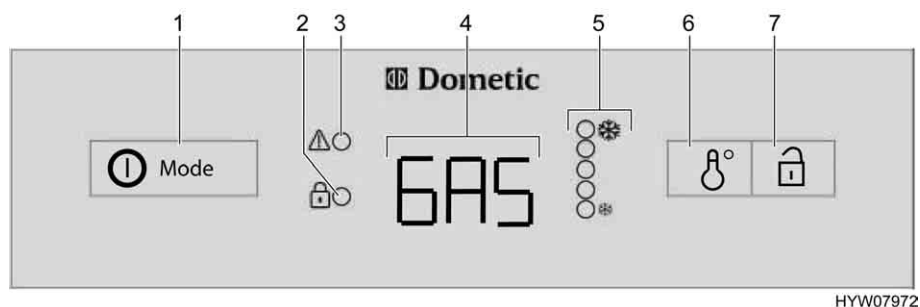

Fig. 235 Elementos de mando para el frigorífico (Dometic de la serie 8 con AES)
Con averías, parpadeará el visualizador LED avería "" (Fig. 235,3).
Si se ha seleccionado el modo automático, **no** está conectada ninguna alimentación de 230 V y el motor del vehículo está **desconectado**, el AES seleccionará el suministro de gas. Al seleccionar el suministro de gas se abre automáticamente el seguro de encendido, de forma que puede fluir gas hacia el quemador. Simultáneamente se conecta el encendedor electrónico. Si se apaga la llama de gas, p. ej. debido a un golpe de viento, el encendedor se activa inmediatamente y enciende de nuevo el gas. Con una avería en el funcionamiento a gas, en el piloto (Fig. 235,4) parpadeará el texto "GAS".
Una vez conectado, el frigorífico selecciona automáticamente el ajuste medio del termostato. Este ajuste puede regularse posteriormente a mano con el conmutador para el ajuste de temperatura (Fig. 235,6). Los visualizadores LED (Fig. 235,5) indican el ajuste seleccionado del termostato. Con el interruptor se ajusta la temperatura de refrigeración para los tres tipos de energía. Pasan algunas horas hasta que el frigorífico alcanza la temperatura de servicio normal. Al conmutar el modo de funcionamiento se mantiene el ajuste del termostato. La temperatura de refrigeración se mantiene independientemente del tipo de energía.
- Pulsar el conector/selector de energía (Fig. 235,1) 2 segundos para conectar el aparato. Se visualiza el último modo de funcionamiento seleccionado en el piloto (Fig. 235,4).
- Seleccionar el tipo de energía con el conector/selector de energía (Fig. 235,1).
- La temperatura de refrigeración puede ser ajustada en el conmutador para el ajuste de temperatura (Fig. 235,6). Los visualizadores LED (Fig. 235,5) indican el ajuste seleccionado del termostato.
- Pulsar el conector/selector de energía (Fig. 235,1) 2 segundos. Todos los visualizadores se apagan.